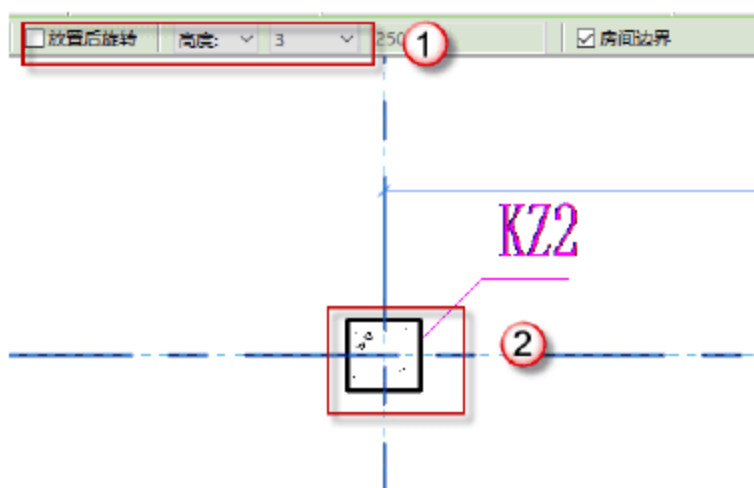

图 4.1.8 绘制矩形框架柱 KZ2
(8) 绘制矩形框架柱 KZ2, 按快捷键 C+L, 取消“放置后旋转”复选框的选择, 改为“高度”放置, 使顶部标高对齐标高结构 3 层, 如图 4.1.8 所示。